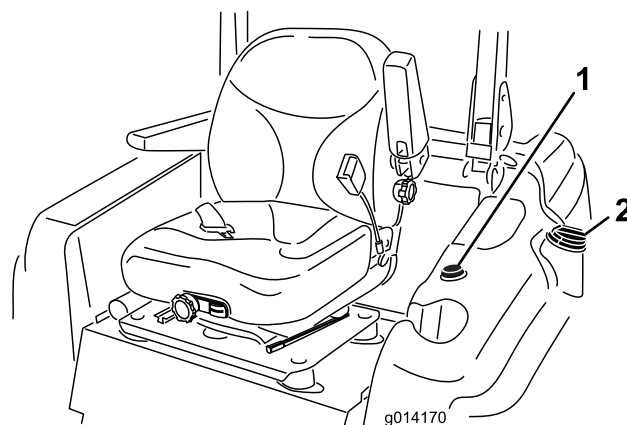

Figura 10
3. Pulite intorno al tappo del serbatoio carburante e togliete il tappo (Figura 10).